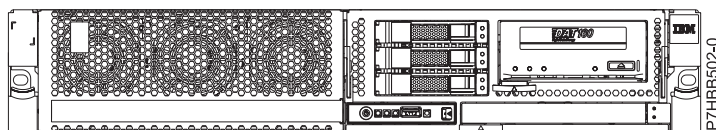

Figure 2. Fond de panier d'unité de disque avec bande magnétique
11. Retirez l'unité de stockage en appuyant puis en tirant sur le loquet (**A**) pour faire glisser l'unité de stockage hors du système. Voir la figure 2 ou 3 en fonction de la configuration de votre système. Pour plus d'informations sur le retrait des différents types d'unités de stockage, voir Retrait d'une unité de stockage SAS sur les modèles 8231-E2B, 8231-E1C, 8231-E1D, 8231-E2C, 8231-E2D ou 8268-E1D.